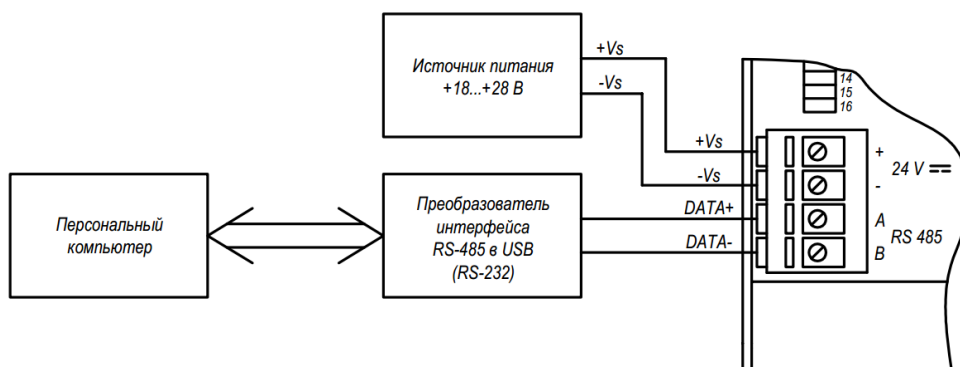

Рисунок 1.4 – Подключение модулей к порту ПК
4.2.1 Для конфигурации модуля может быть использован офисный ПК стандартной комплектации, имеющий порт RS-232 или USB. Модуль подключается с помощью преобразователя интерфейса RS-232 в RS-485 (USB в RS-485) (рисунок 1.4).